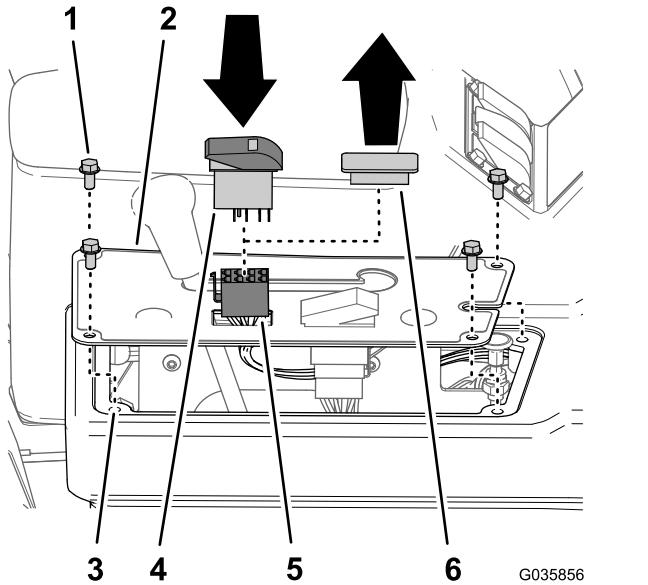

図 34
- パネルカバーをコンソール上部に図34のように固定しているフランジヘッドボルト $\frac{1}{4} \times \frac{1}{2}$ " 4本があれば、これらを取り外す。
- コンソールのパネルカバーからスイッチプラグを外す図34。
- ウルトラソニックブーム仕上げキットのワイヤハーネスの8ソケットコネクタを、パネルカバーの開口部に通す図34。
- ウルトラソニックブーム仕上げキットのワイヤハーネスの8ソケットコネクタSONIC MODE MANUAL vs. AUTOというラベルがついているを、ロッカースイッチに接続する(図34)。
- コンソールコントロールの取り付け穴にロッカースイッチを取り付ける。パチンとはまるまでスイッチを押し込むこと図34。
- パネルカバーの穴を、コンソール上部の穴に合わせる図34。
- パネルをコンソールに取り付ける図34ステップ1で外したボルトを使う。